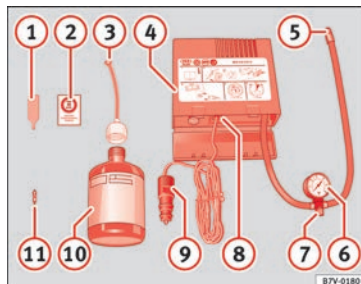

Abb. 86 Prinzipdarstellung: Bestandteile des Pannensets
Das Pannenset befindet sich im Gepäckraum unter dem Bodenbelag. Es besteht aus folgenden Bestandteilen » Abb. 86:
Den Reifenfüllschlauch » Abb. 86 ⑤ wieder anschließen und den Reifenfülldruck an der Reifenfülldruckanzeige ⑥ ablesen.